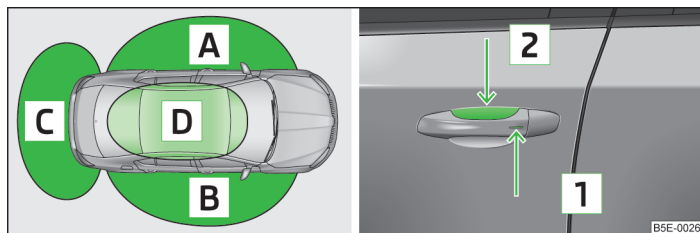

Fig. 14 KESSY: definizione delle aree / sensori nella maniglia della porta anteriore
Il sistema KESSY (Keyless Entry Start Exit System) consente uno sbloccaggio e un bloccaggio comfort del veicolo senza utilizzo attivo della chiave. La chiave deve trovarsi in una delle aree e/o » fig. 14 (fino a circa 1,5 m dal veicolo).
- Afferrare la maniglia della porta anteriore oppure coprire il sensore » fig. 14 con tutto il palmo della mano » .
- Sfiore il sensore » fig. 14 con le dita.
Se durante lo sbloccaggio il sensore e contemporaneamente il sensore » fig. 14 vengono coperti, il veicolo non viene sbloccato.
Il sistema KESSY è in grado di trovare la chiave valida anche se è stata dimenticata ad es. nella parte anteriore del tetto del veicolo » fig. 14. Pertanto è necessario sapere sempre dove si trova la chiave.